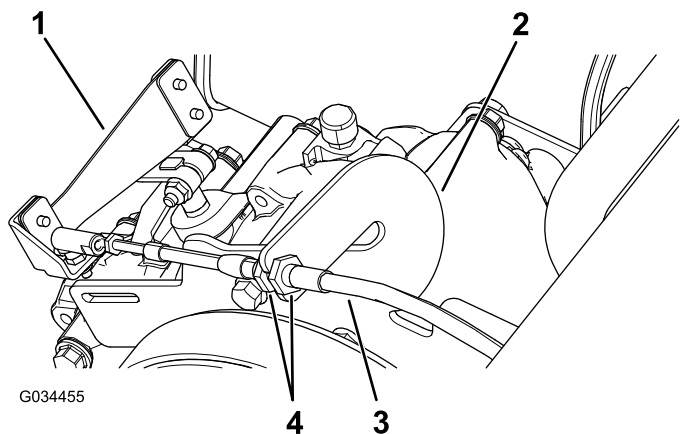

图 57
1. 拧松换档拉索上的锁紧螺母必要时进行调整图 57。
2. 在 3 个不同位置之间转动换档选择器测试换档位置并检查换档时换档控制杆图 57 能否适当转动请参阅 换档控制杆和换档指示器 (页码 11)。